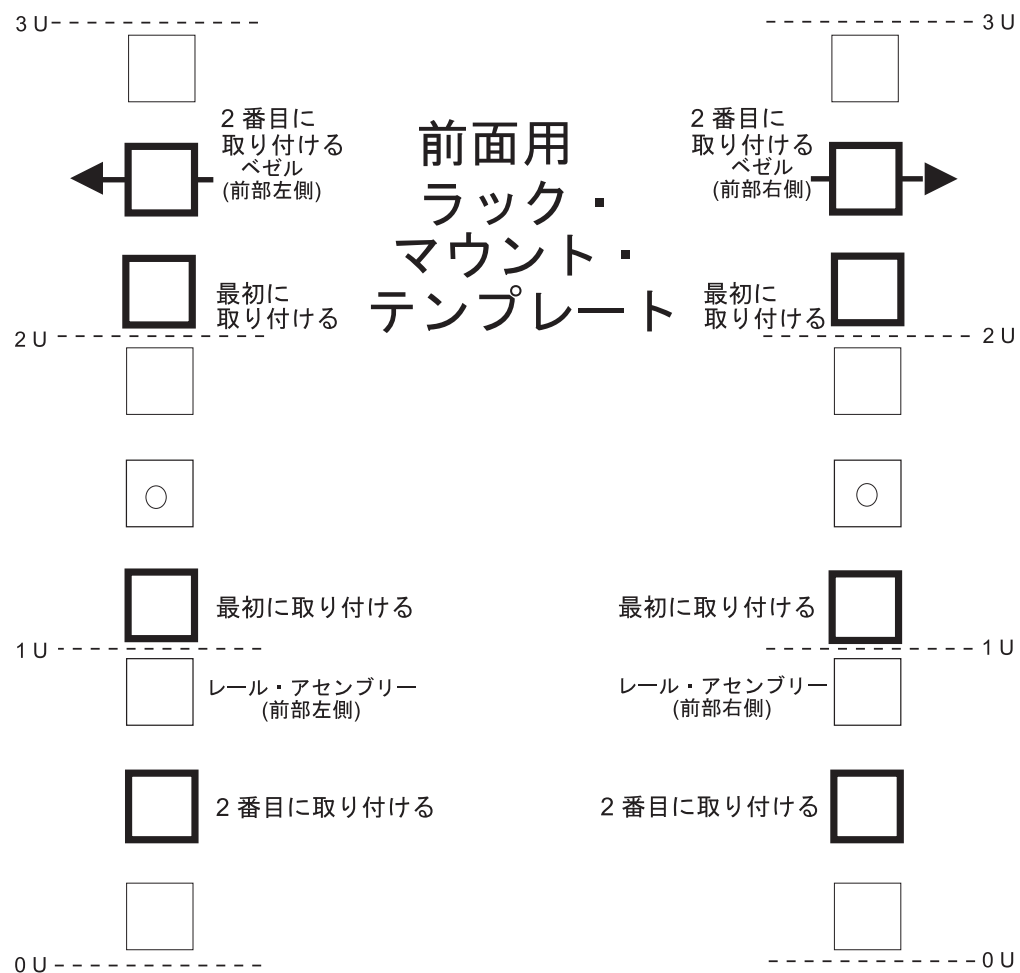
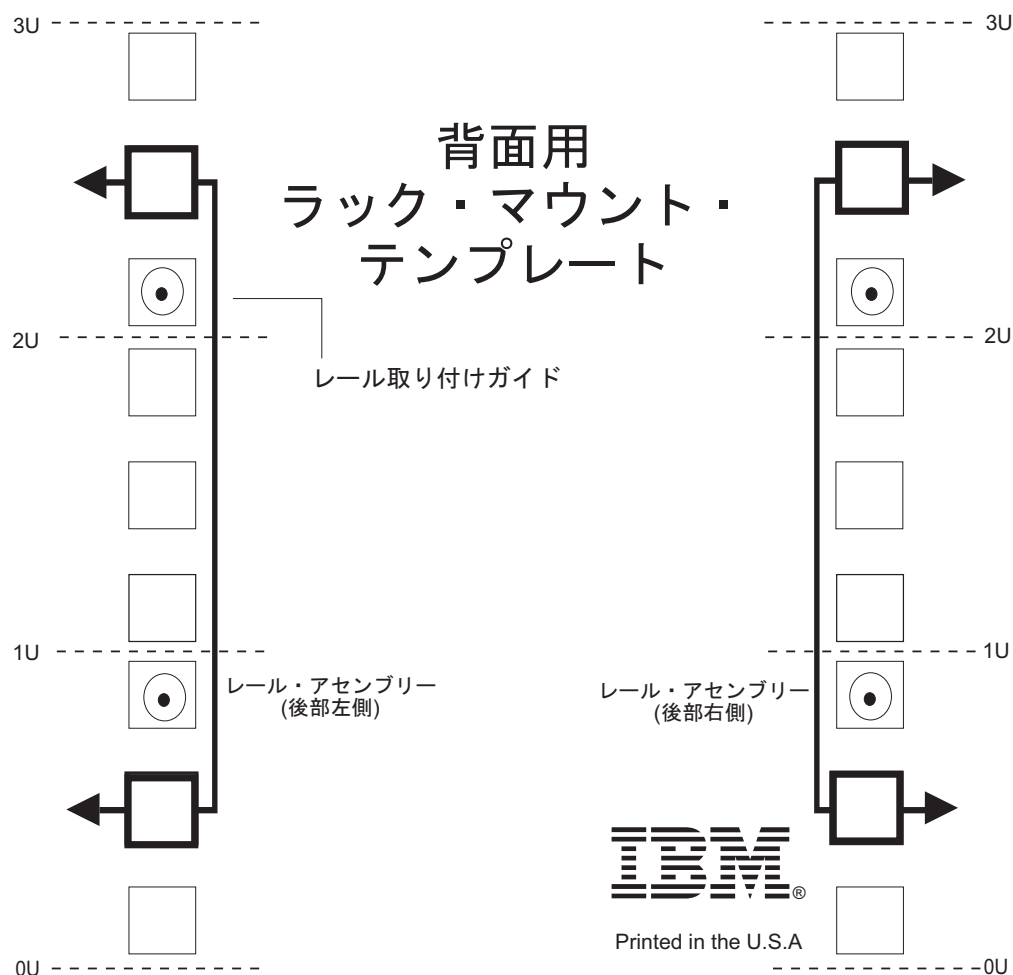

図 12. 前面用ラック・マウント・テンプレート
図 13. 背面用ラック・マウント・テンプレート
サポート・レールと DS3950 ストレージ・サブシステムをラック・キャビネットにマウントする際に M5 ねじを挿入する場合は、次のテンプレート (41 ページの図 12 および 42 ページの図 13) を使用して、正しい位置を確認してください。テンプレートでは、M5 ねじの位置が強調表示されています。
重要: ラック・マウント・テンプレートの複製コピーは、197 ページの『付録 B. ラック・マウント・テンプレート』に記載されています。テンプレートを本書から切り取る場合は、197 ページの『付録 B. ラック・マウント・テンプレート』のコピーを使用してください。サポート・レールと DS3950 ストレージ・サブシステムをラック・キャビネットにマウントする際に M5 ねじを挿入する場合は、前出のテンプレート (41 ページの図 12 および 42 ページの図 13) を使用して、正しい位置を確認してください。テンプレートでは、M5 ねじの位置が強調表示されています。
- レールのへりの線がストレージ・サブシステムの下部と並んでいます (42 ページの図 13 の 0 U 境界)。
- 注: 必ず、41 ページの図 12 で最初に取り付ける というラベルが付いているねじを取り付けてください。